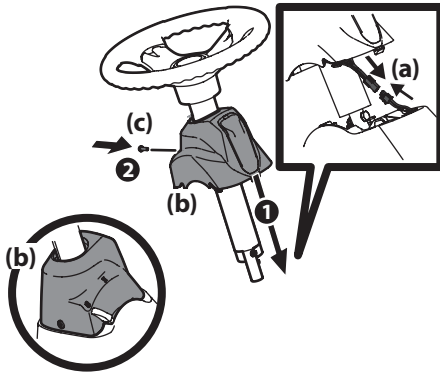

Figura 2-16
6. Extraiga el tornillo de montaje de la tapa del pedestal instalado en fábrica y ubicado en la consola de dirección del montable. Guarde el tornillo para uso posterior. Consulte la Figura 2-16.
7. Conecte los terminales del cable del faro (a). Deslice la tapa del pedestal (a) sobre el (montable) y rótelala ligeramente a la derecha para calzarla en su lugar. Sujete la tapa del pedestal (b) con el tornillo (c) que extrajo antes. Consulte la Figura 2-16.